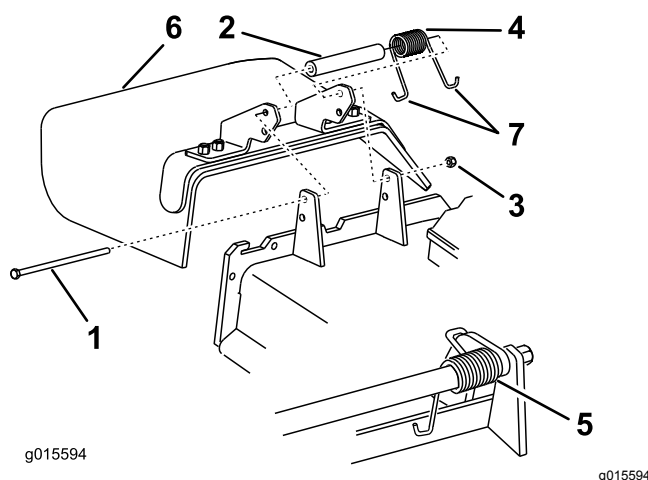

Figura 86
1. Retire la contratuerca, el perno, el muelle y el espaciador que sujetan el deflector a los soportes de pivote (Figura 86).
- Nota:** Asegúrese de colocar un extremo con gancho en J del muelle detrás del reborde de la carcasa antes de instalar el perno, según se muestra en Figura 86.
6. Coloque 1 extremo en J del muelle alrededor del deflector de hierba (Figura 86).